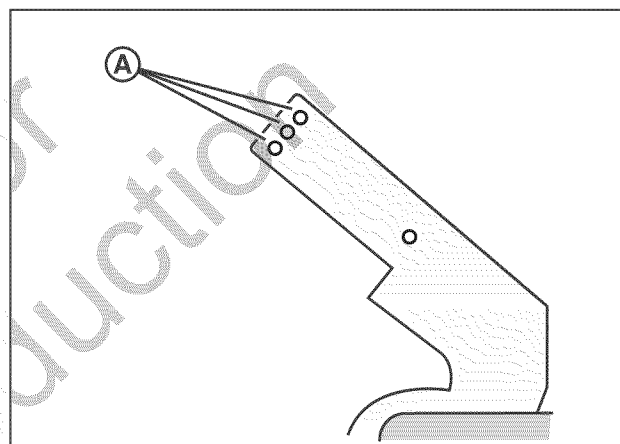

Figure 5: Trous de réglage de hauteur
2. Ajuster la poignée sur un trou de réglage de hauteur (A, Figure 5) plus haut ou plus bas.